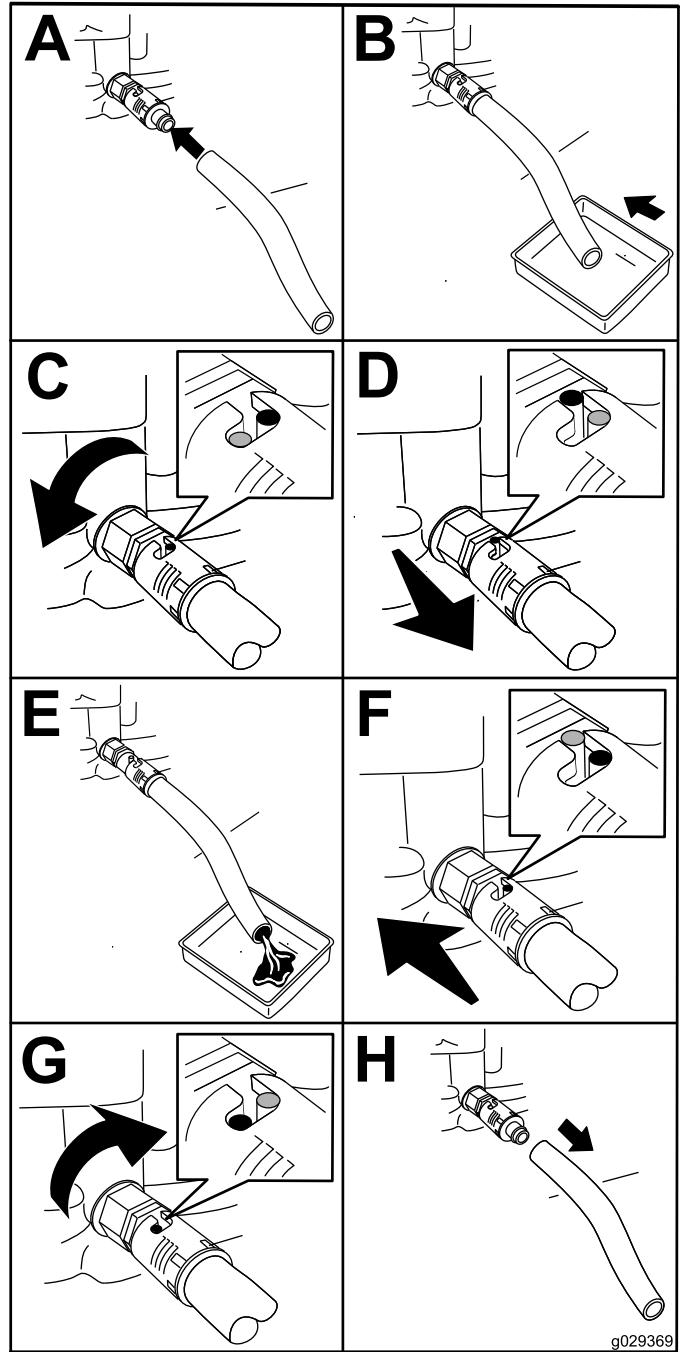

图31
4. 将排油软管安装到排放阀上图31。
5. 将软管的另一端放入适当的机油容器内 图31。
6. 将机油排放阀逆时针旋转 1/4 圈开始排放机油 图31。
7. 所有机油排放完之后将机油排放阀顺时针旋转 1/4 圈关闭排放阀 图31。